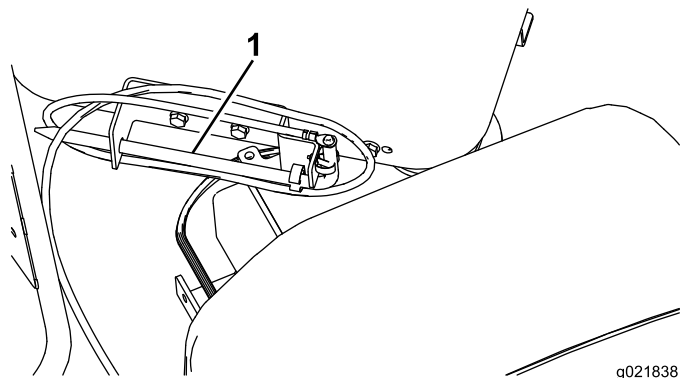

Figura 64
8. Guarde la pica de tierra en el soporte de la plataforma del operador, según se muestra en Figura 64.